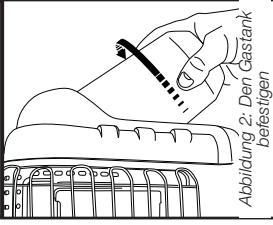

Abbildung 2: Den Gasstank befestigen
- Propangebrauch: Für praktische Tank-Installation, den Regler nach außen drehen. Eine 1 Pfund (465g) Einweg-Propangas (G31)-Kartusche im Uhrzeigersinn (von unten) in das portable Heizgerät schrauben, bis es handfest sitzt; siehe Abbildung 2 KEIN Gewindedichtmittel an diesem Anschluss verwenden.